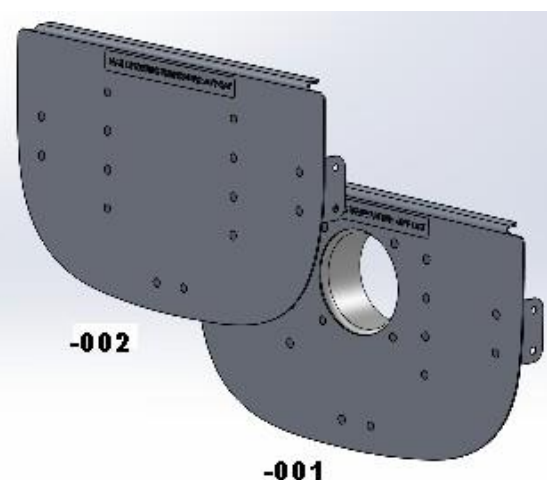

图 4 - TC5023
10. 用在气缸罩板上的预钻孔，标记和预钻孔在气缸罩入口处的螺母板和铆钉的孔(图 4)。